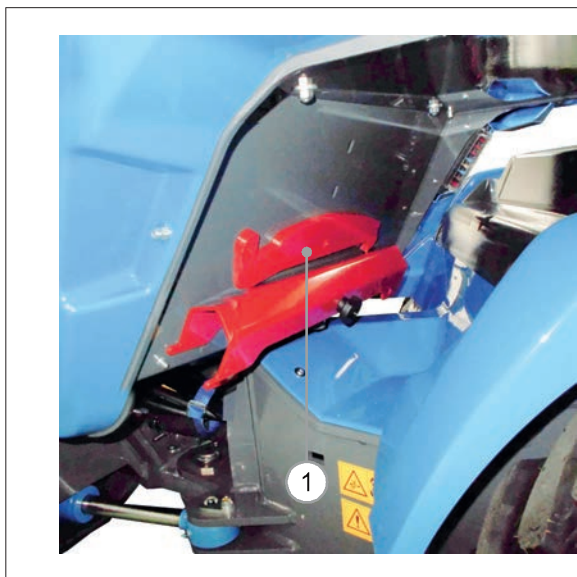

РИС. 16
- 3) Ослабьте рукоятку (РИС. 16 – Сс. 1) кронштейна замка рулевого управления и фиксатор подъемного рычага.